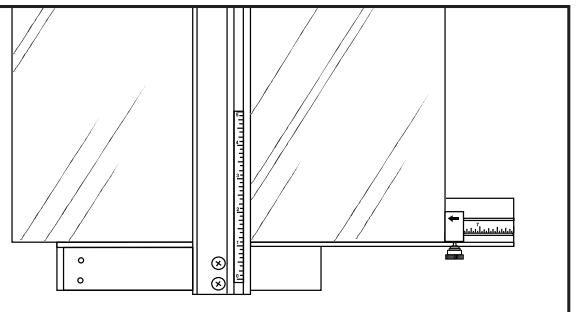

Fig. 44
5. Mettez une goutte d'huile à découper sur la molette (**Fig. 44**).